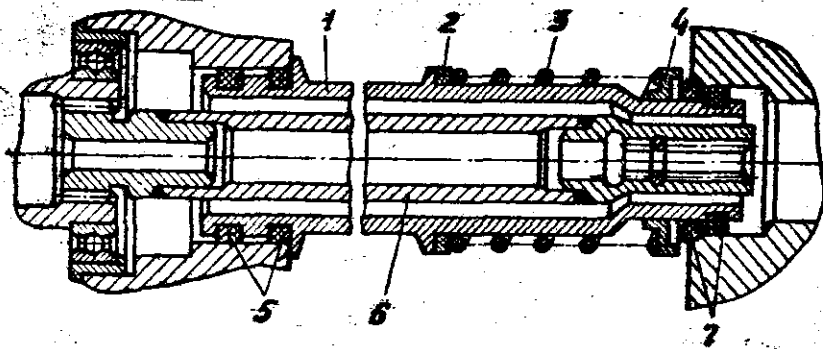

Рис.36. Кожух рессоры КТА с торцевым уплотнением:
- в кольцевые проточки на большем диаметре кожуха 1 рессоры (рис.36) установите два новых уплотнительных резиновых кольца 7;